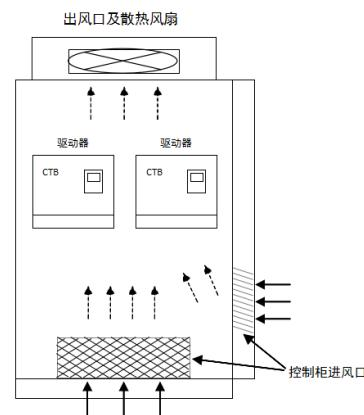

图 4-2 多台控制器的安装
- 控制柜内安装多台驱动器时，一般应采用并排安装方式，并配有进风口、出风口和专用散热风扇；如果采用上下安装方式时，驱动器之间还应加装导流隔板，以确保散热效果良好；如图 4-2 所示。